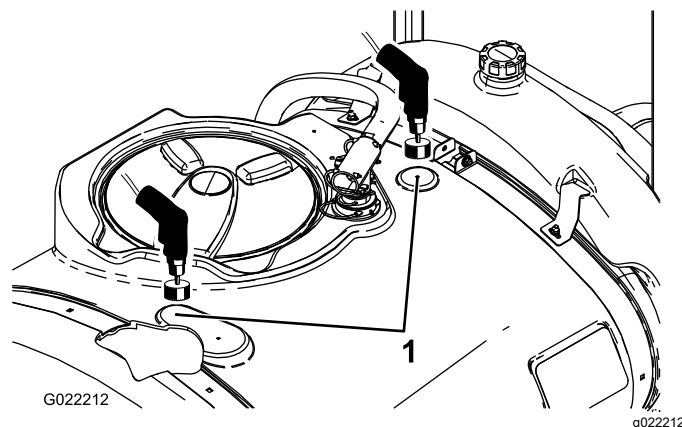

Figura 16
2. Găsii cele 2 marcaje pentru găurire de pe rezervorul principal (Figura 16).